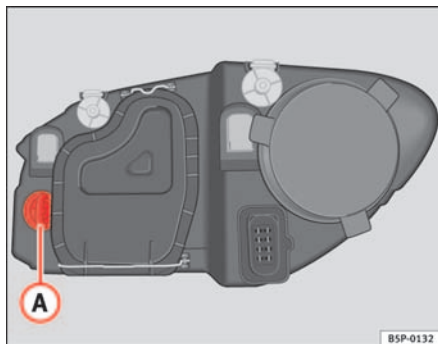

Abb. 174 Glühlampe für Blinker
- Die Fassung ⇒ Abb. 174 **A** nach links drehen und ziehen.